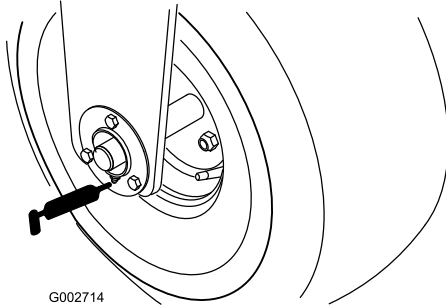

Bild 20
- Vorderradlager (1) (Bild 20)